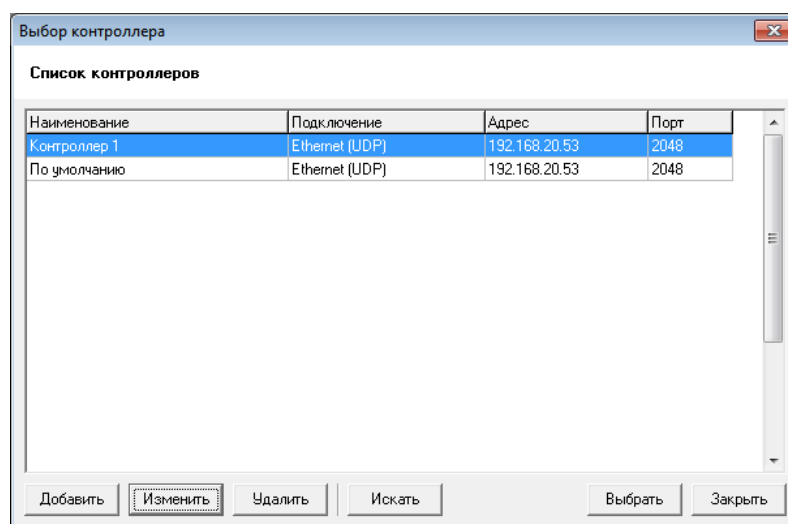
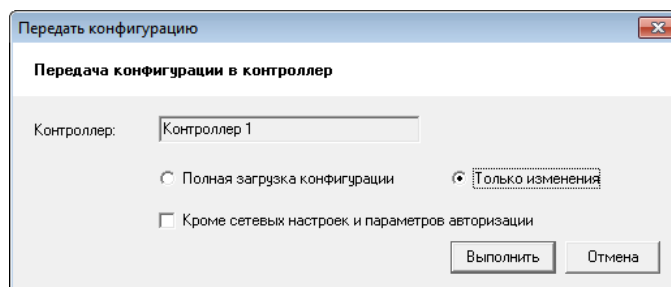

Рисунок 302 – Диалог "Выбор контроллера"
Рисунок 368 – Диалог "Передать конфигурацию"
Выберите контроллер и нажмите на кнопку "Добавить выбранное". Выбранный контроллер появится в списке диалога "Выбор контроллера" (см. Рисунок 302).
- 14) В окне "Выбор контроллера" (см. Рисунок 302) выберите запись с исходным адресом и нажмите кнопку "Выбрать". На экране появится окно выбора типа загрузки данных (см. Рисунок 368).
- 15) В окне "Передать конфигурацию" выберите "Только изменения", убедитесь, что НЕ отмечена кнопка "Кроме сетевых настроек и параметров авторизации" (см. Рисунок 368) и нажмите кнопку "Выполнить".